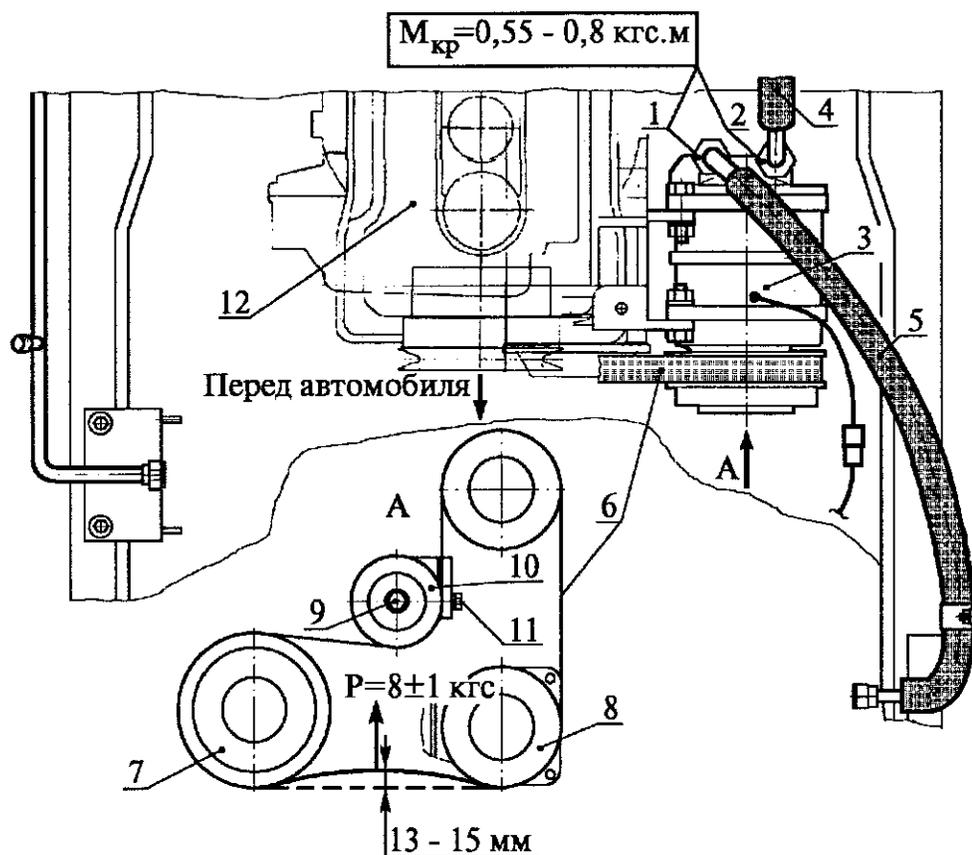

Рис. 32. Подсоединение шлангов к компрессору и натяжение ремня привода компрессора:
- г) гайки 1, 2 (рис. 32) всасывающего и нагнетающего шлангов 4, 5 затянуть с моментом от 5,4 до 7,8 Н.м (0,55 - 0,8 кгс.м), обеспечивающим герметичность соединения